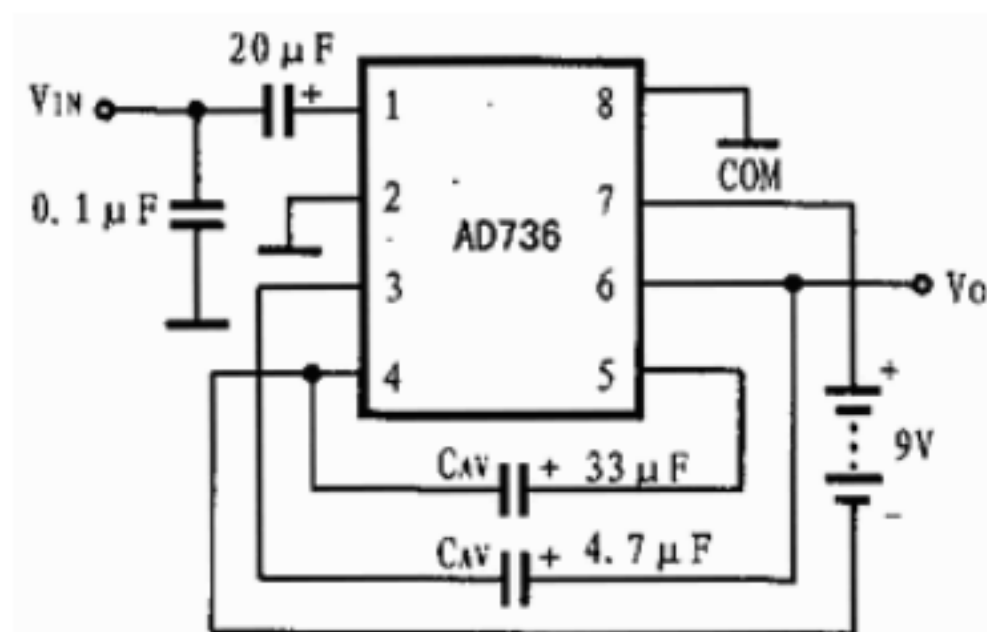

图 6 9V 电池供电低阻抗应用电路
(1) 当被测交流电压超过 200mVRMS 时，必须在 AD736 前加一级分压器，以将被测电压衰减到 200mV 以内。在采用 AD736 典型电路制作 RMS 仪表时，可在 AD736 的输出端接 1.0 级、 200mV 直流毫伏表，或接 3 位半数字电压表 (DVM)。也可利用典型的 500 型万用表的直流电压档，加上 AD736 的典型应用电路改制成 RMS 仪表，AD736 应用电路的电源可取自万用表内的 9V 电池。
(2) 若要测量交流电流的真有效值，应在 AD736 前面加一级分流器。此时应用 AD736 可选图 6 所示电路。
(3) 设计高精度真有效值 RMS 时，还应考虑被测电压的波峰因素 K_p (波峰因数 K_p 是被测信号的峰值与真有效值之比) 的影响，应仔细选择合适的 C_{AV} 。常见的正弦波、言波、三角波和锯齿波的 $K_p \leq 2$ ，此时 C_{AV} 可取 $33\mu F$ 。但对于窄脉冲或晶闸管的波形，由于 $K_p > 2$ ，因此应适当增大 C_{AV} 的容量，以延长取平均值的时间，从而减少由 $K_p > 2$ 所引起的附加误差。